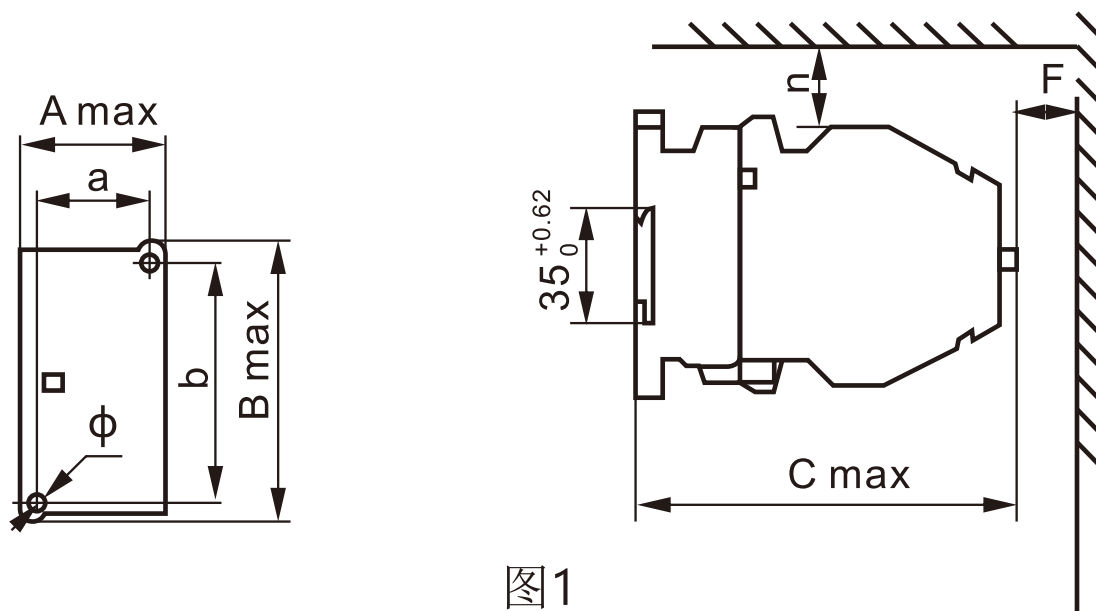

图1
5.1 CJ20-10 ~ 40外型尺寸及安装尺寸见图1、表3(CJ20-10 ~ 25也可以用35mm标准卡轨安装)。